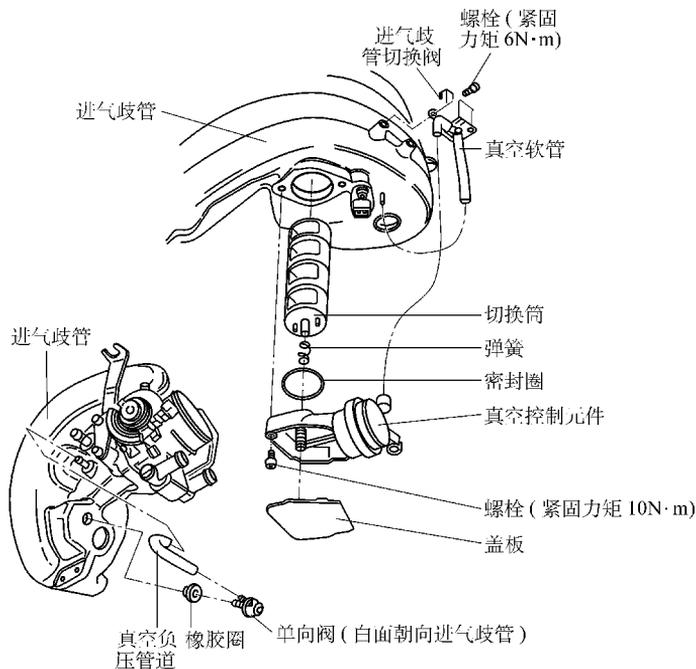

图 1-5 进气歧管切换阀结构
(1) 燃油泵继电器是否自行接通的检查 打开燃油箱盖,在起动的同时听是否有燃油泵工作的声音,如没有应重点检查燃油泵继电器及其电路。
(2) 喷油器是否工作的检查 发动机工作时,用听力棒逐个听喷油器,应能听到喷油的“咔嗒”声。否则应检查喷油器的电路。有经验的维修人员还可以听出喷油器是否发生卡滞。
(3) 燃油泵工作声音是否正常的检查 检查燃油泵 30s 出油量,需同时注意燃油泵运转声音是否平稳,有无杂音出现。如出油量过少或有杂音出现,说明燃油泵发生早期磨损,或因缺油过热造成热变形,或燃油滤清器堵塞。
(4) 进气歧管切换阀是否开启的检查 一些配置较好的发动机为了保证发动机高速时的充气系数,在进气系统上装有进气歧管切换阀(图 1-5)。在发动机转速超过 3250r/min 后开启进气歧管切换阀,使进气走短道直接进入燃烧室。将听诊器或听力棒搭在进气歧管切换阀处,在发动机转速超过 3250r/min 后,应能听到切换阀开启发出的“咔”声,如听不到说明有故障。